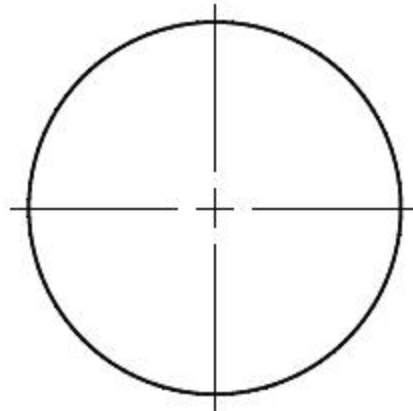

图5-21 【直线】标记
- 直线：创建中心线。在使用【圆心标记】命令时，十字标记将会延伸到圆或圆弧外边，如图5-21所示。